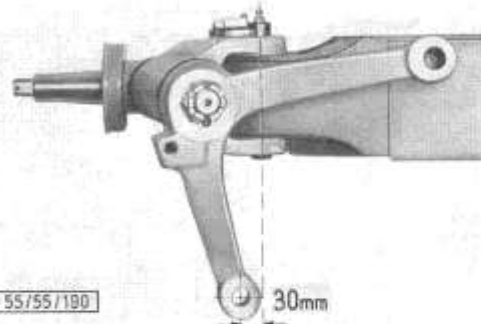

Bild 175: Zusammenbau des Doppellenhebels mit dem Achsschenkel
3. Der Lenkhebel und Doppellenkhebel wird mit dem Achsschenkel so zusammengebaut, daß bei Geradeausfahrt das Auge des Lenkhebels 30 mm außerhalb der Verlängerung der Federbolzenachse zu liegen kommt (Bild 175).